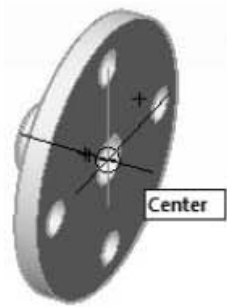

Рис. 12.6. Выбор базовой точки на фланце
3. Укажите базовую точку с привязкой **Центр (Center)** — центр окружности основания фланца (рис. 12.6):